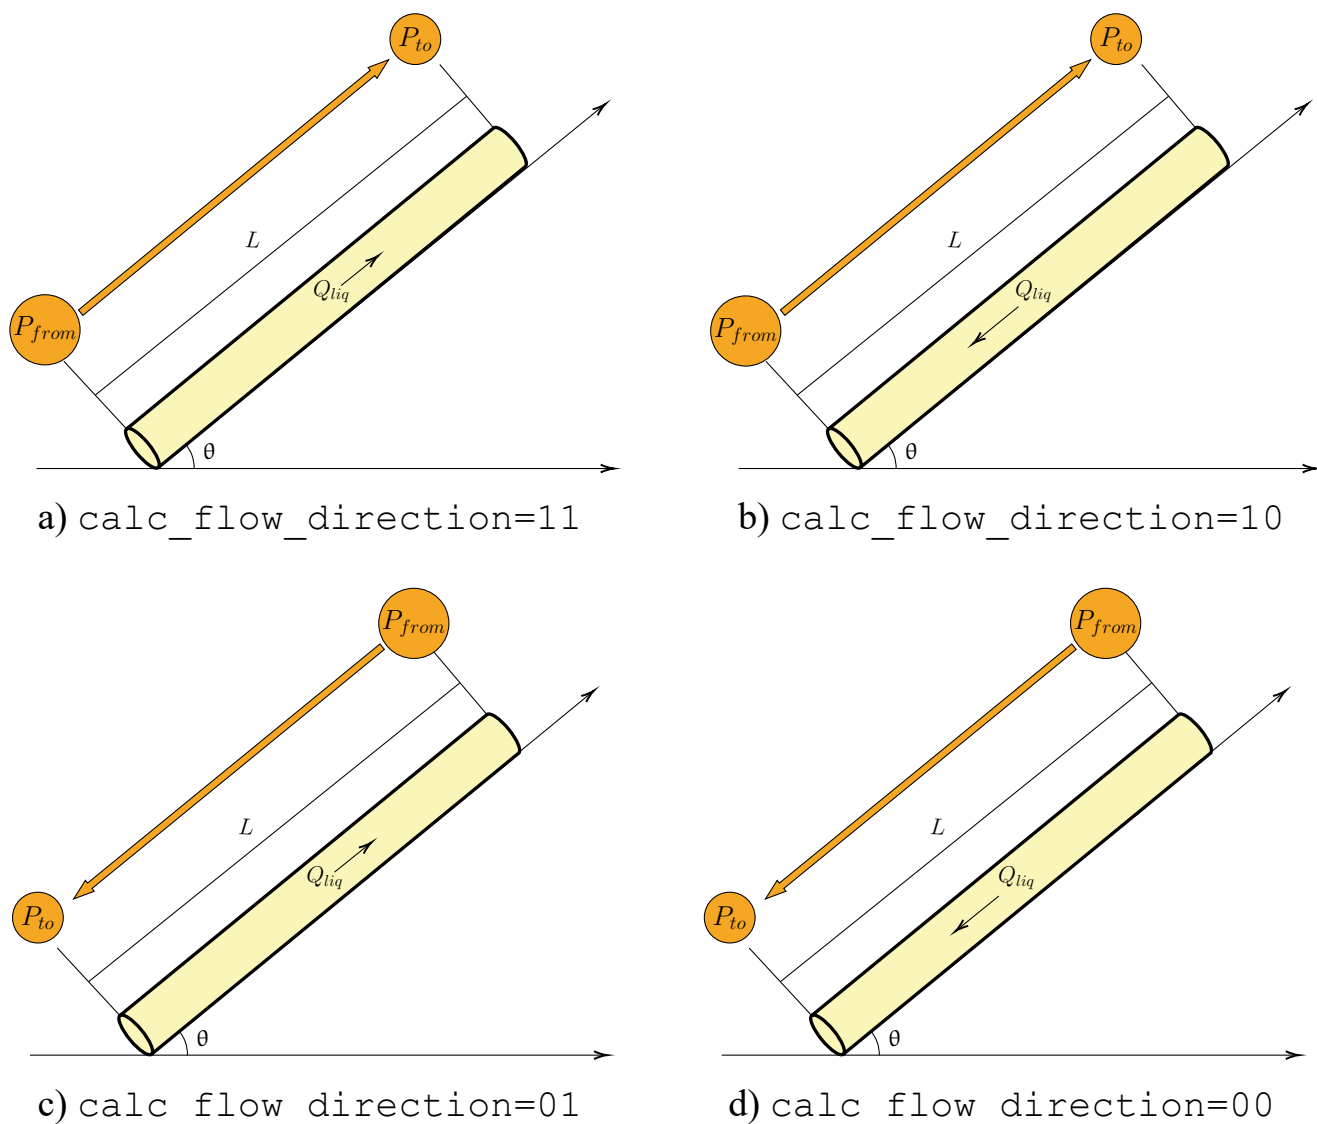

Рис. 2.15 — Схема расчета распределения давления против потока
Возможны следующие варианты задания параметра расчета, смотри рисунок 2.15.
1. `calc_flow_direction=11` расчет идет в направлении роста координаты, и поток идет в том же направлении, смотри рисунок 2.15 а).
2. `calc_flow_direction=10` расчет идет в направлении роста координаты, а поток идет в противоположном направлении, смотри рисунок 2.15 б).
3. `calc_flow_direction=01` расчет идет в направлении убывания координаты, а поток идет в направлении роста координаты, смотри рисунок 2.15 в).
4. `calc_flow_direction=00` расчет идет в направлении убывания координаты и поток идет в том же направлении, смотри рисунок 2.15 д).